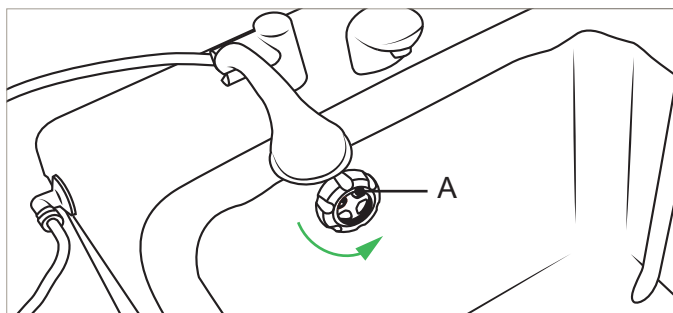

Figure 21
3. Fermer la bonde de vidange en tournant la molette de commande (A) dans le sens inverse des aiguilles d'une montre. Voir la section Figure 21.